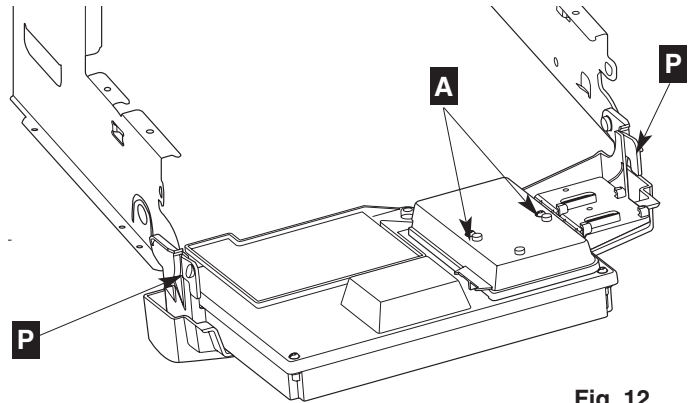

Fig. 12
- abaisser le boîtier électronique en libérant les pions de verrouillage latéraux **P** (fig.12), pour accéder à la face arrière
- dévisser les deux vis **A** (fig.12) de fixation du capot de protection, ôter le capot.